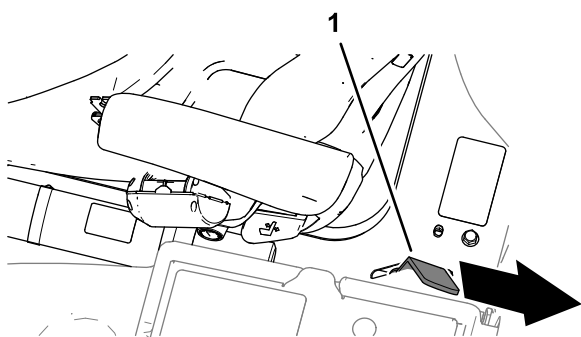

**Figura 55**
3. Abbassate completamente la piattaforma e spostate la maniglia di fermo verso la parte posteriore della macchina fino a quando il fermo non si innesta completamente sulla barra di bloccaggio (Figura 55).